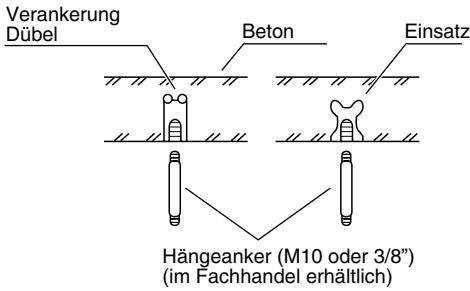

Abb. 3-58
- Die Hängeanker einsetzen (Abb. 3-58).
- (2) Die Hängeanker hineindreihen, wobei diese aus der Decke herausragen müssen (Abb. 3-58). (Nötigenfalls muss die Deckenverkleidung modifiziert werden.)